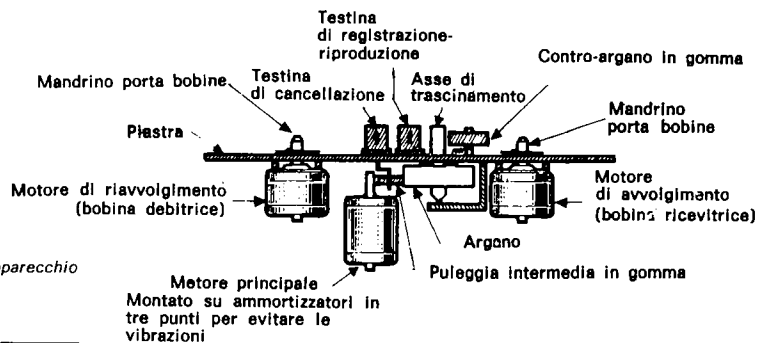

Fig. 9.3c - Meccanica di un apparecchio a tre motori.
*Gli apparecchi a tre motori*, dal punto di vista meccanico sono certamente i più semplici in quanto presentano l'assenza di biellismi di rullini di riavvolgimento, di cinghie, di camme ecc. Due motori, fig. 9.3c sono posti direttamente sugli assi delle bobine. Il motore di sinistra serve al frenaggio e allo svolgimento del nastro, mentre quello di destra serve all'avvolgimento progressivo del nastro. Quest'ultimo motore serve anche per il riavvolgimento. Il terzo motore trascina il nastro sia direttamente mediante il suo asse (motore di tipo a rotore esterno) sia con l'ausilio di un volano solidale ad un asse di trascinamento chiamato « argano ».